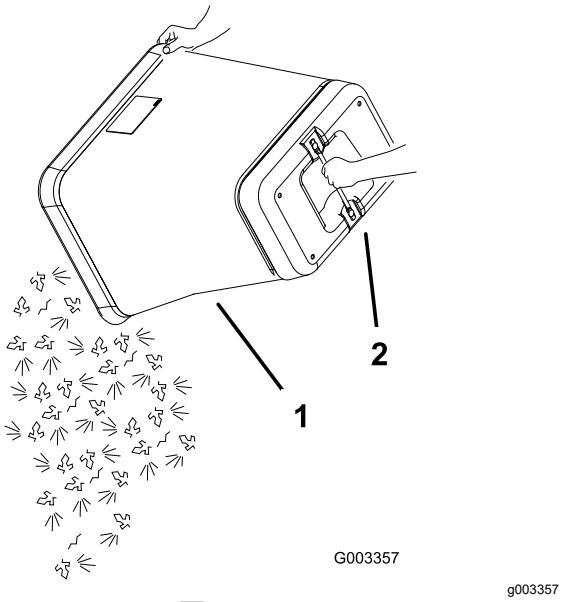

図 25
6. バッグの下についている取っ手を握り、バッグを上下逆さまにして刈かすを捨てる図 25。